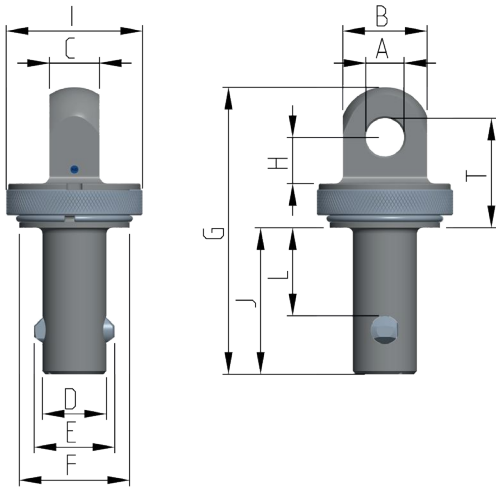

図15:寸法
- ポッチの寸法確認(表3 / 図15参照):寸法Eは最大で0.8 mmまで減少することがあります。